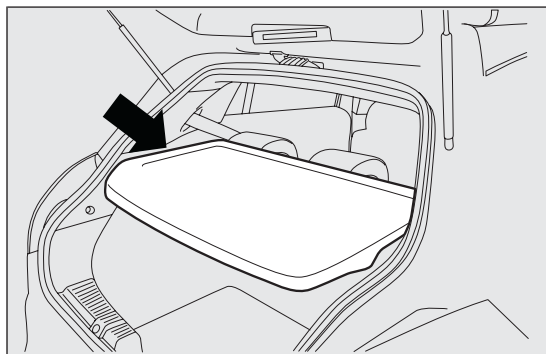
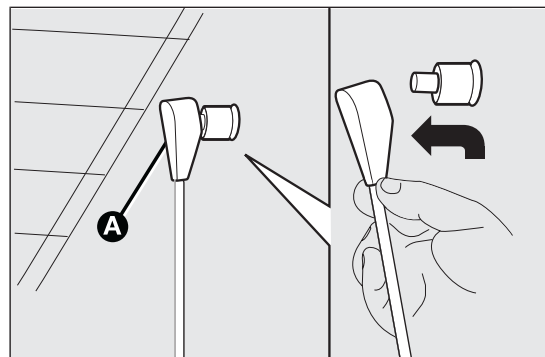

fig. 92
fig. 93
- ☐ rimuovere la cappelliera (ripiano posteriore) fig. 92 liberando le estremità superiori A fig. 93 dei due tiranti, sfilando gli occhielli dai perni e spingendoli nella direzione della freccia;